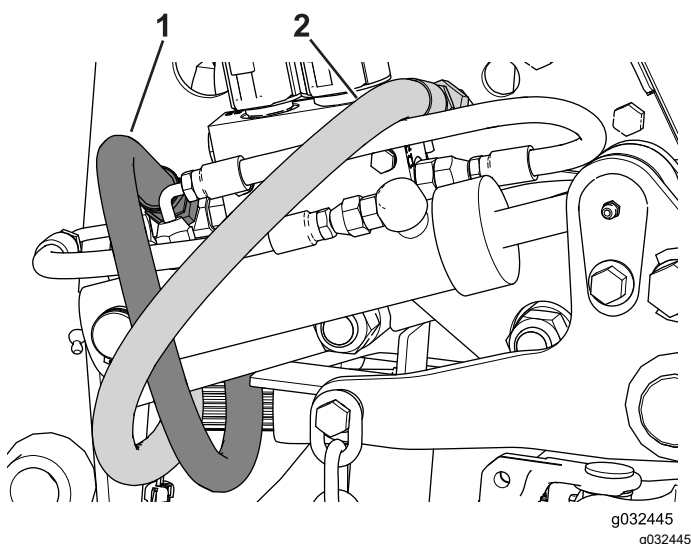

Figure 124
4. Branchez le flexible de retour hydraulique à l'orifice marqué « T » sur le distributeur (Figure 124).
5. Branchez le flexible d'alimentation hydraulique à l'orifice marqué « P2 » sur le distributeur (Figure 124).